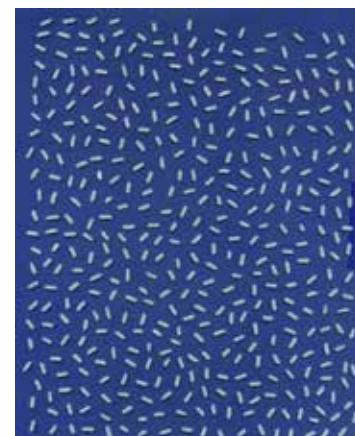
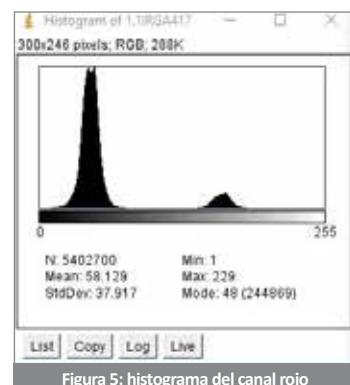
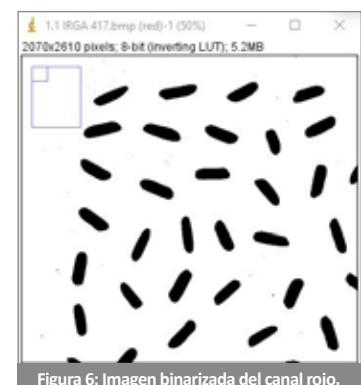

Figura 3: Imagen de una muestra de granos de arroz
Figura 5: histograma del canal rojo
Figura 6: Imagen binarizada del canal rojo.
granos de una muestra a procesar, se los coloca sobre la bandeja del escáner cuidando de que no estén en contacto entre sí, similar a lo presentado en la Figura 3
Es importante conocer la resolución a la que se registra la imagen. Este valor figura en la interfase de usuario de configuración del escáner que aparece antes de adquirir la imagen. En el ejemplo de la Figura 3, las imágenes están escaneadas con una resolución de 300 dpi.
Cuando hablamos de procesar imágenes digitales, es usual trabajar sobre el histograma de la imagen. Un histograma es un gráfico de barras en el que el eje X representa el valor del pixel (0 - 255) y el eje Y es el número total de píxeles que tiene cada uno de esos valores en la imagen. Por ejemplo, el canal rojo de la Figura 3 tiene el histograma que se presenta en la Figura 5.
a) Función “Binary”: Esta función permite determinar automáticamente el umbral de binarización. Es útil en el caso que las imágenes tengan un buen contraste. Con la imagen seleccionada, se accede a la función con Menú -> Process -> Binary -> Make Binary. Una porción de la imagen binarizada del canal rojo de la Figura 3 se presenta en la Figura 6.